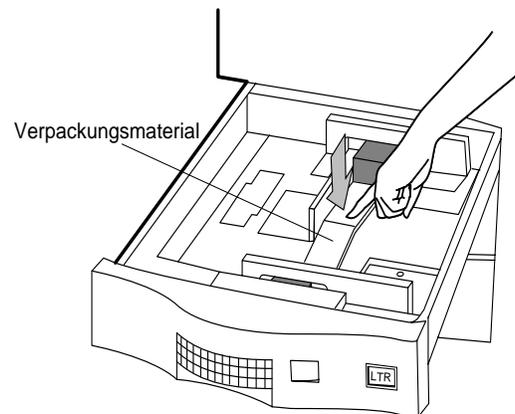

Abbildung A-11 Styroporblöcke wieder anbringen
2. Bringen Sie in jedem Papierfach die Styroporblöcke wieder an. Siehe Abbildung A-11.